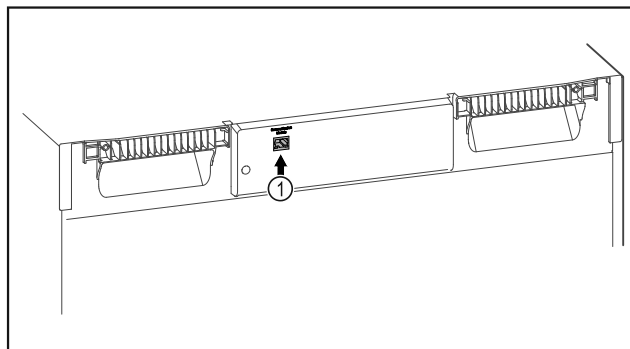

Fig. 97
- ☐ Je používán SmartModule Fig. 97 (1).